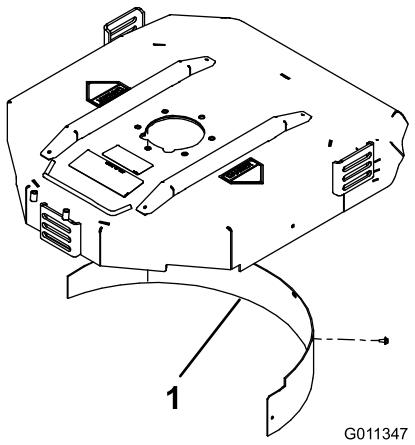

Figure 6
2. Montez le déflecteur de mulching dans l'ouverture arrière et fixez-le avec 5 boulons à embase (Figure 6).